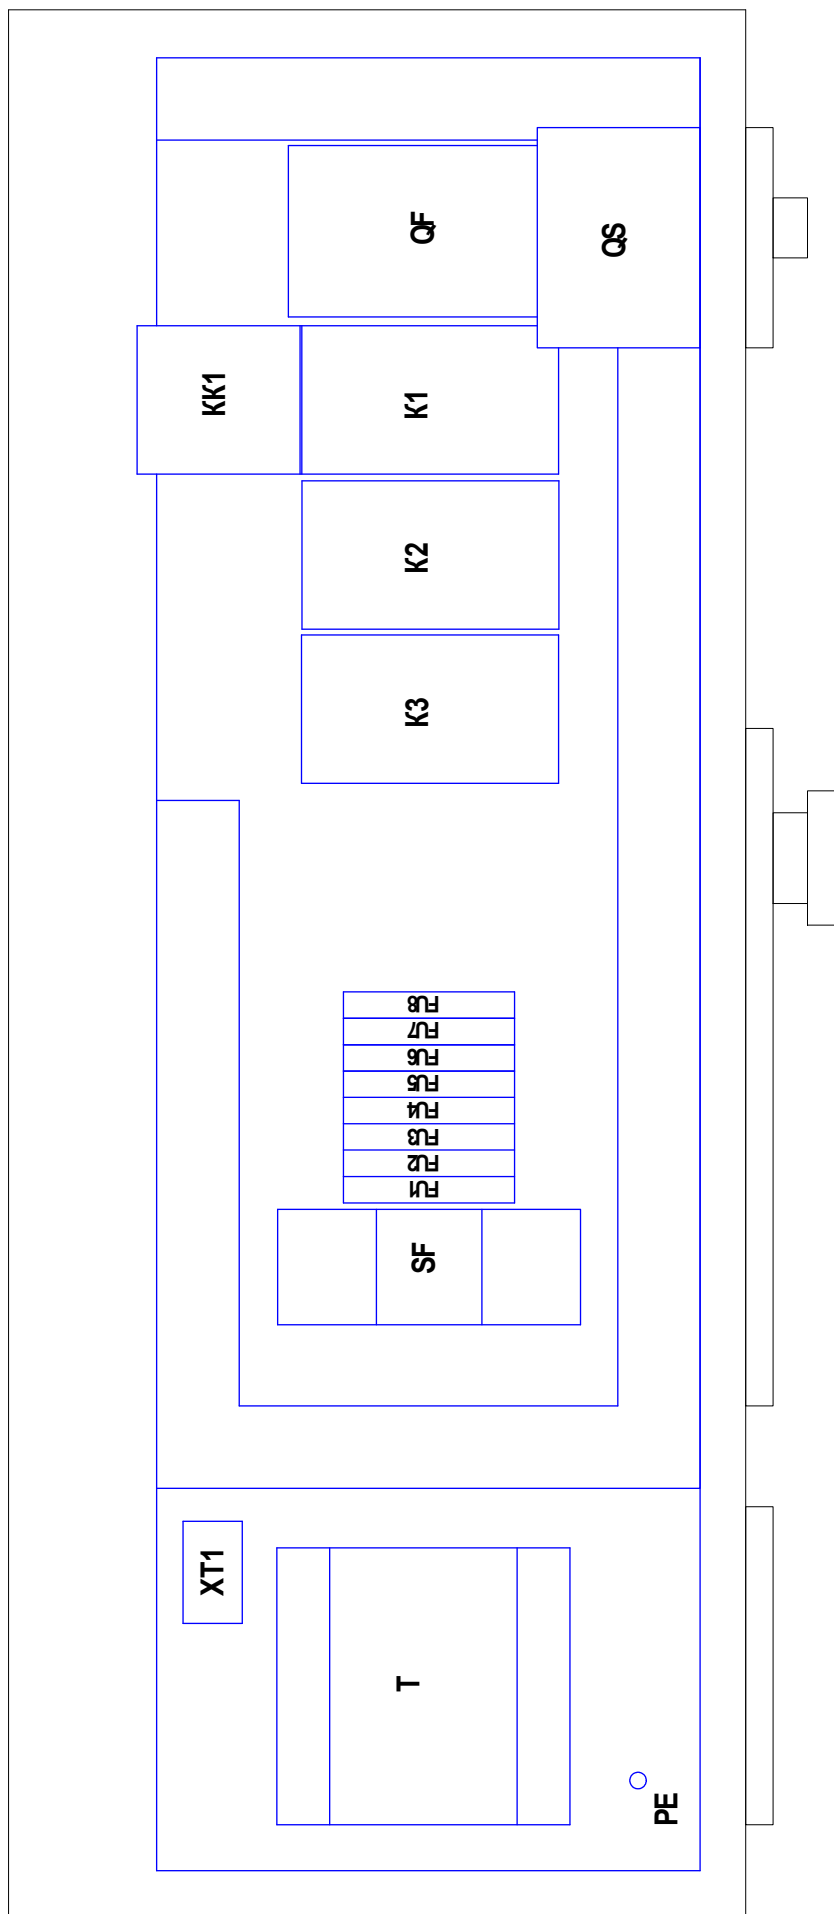

Рис. 11
**14 - Шкаф с электроаппаратурой** (см. рис. 1 или 3, или 5) – представляет собой короб закрытого типа с установленной платой, на которой смонтирована пускорегулирующая аппаратура и устройства защиты (блок-схема см. рис. 11), доступ к которым осуществляется путем демонтажа верхней панели корпуса и крышки шкафа.
- 4) Плавкие предохранители FU1- FU8 - (см. рис. 11) защита цепей управления и сигнализации;